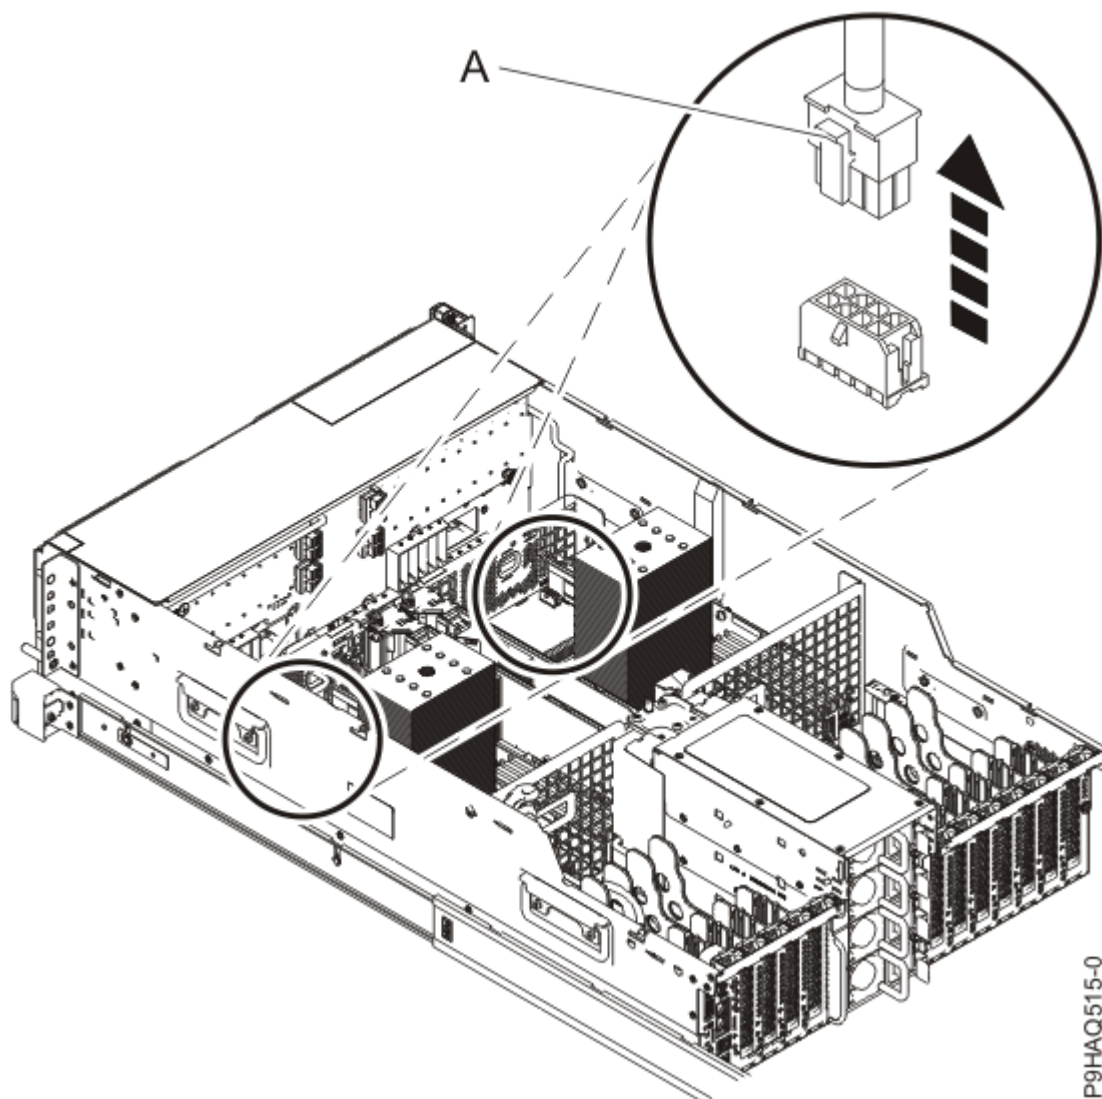

Figura 25: Removendo um cabo do ventilador do painel traseiro do sistema
5. Desconecte o cabo do ventilador **(A)** do painel traseiro do sistema, pressionando a liberação da trava no conector, conforme mostrado em Figura 25 na página 31 e, em seguida, use o conector para puxar o cabo.